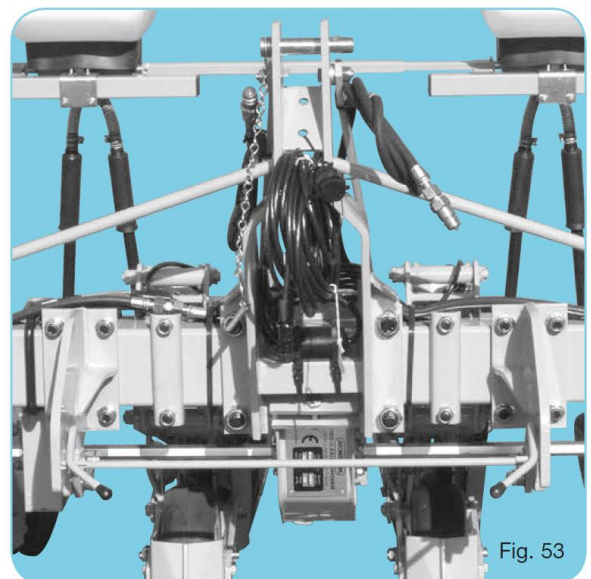

Fig. 53
- Siewnik jest przyczepiony do ciągnika za pomocą podnośnika, znajdującego się w pozycji górnej (Trzypunktowy układ zaczepowy, Fig. 53).